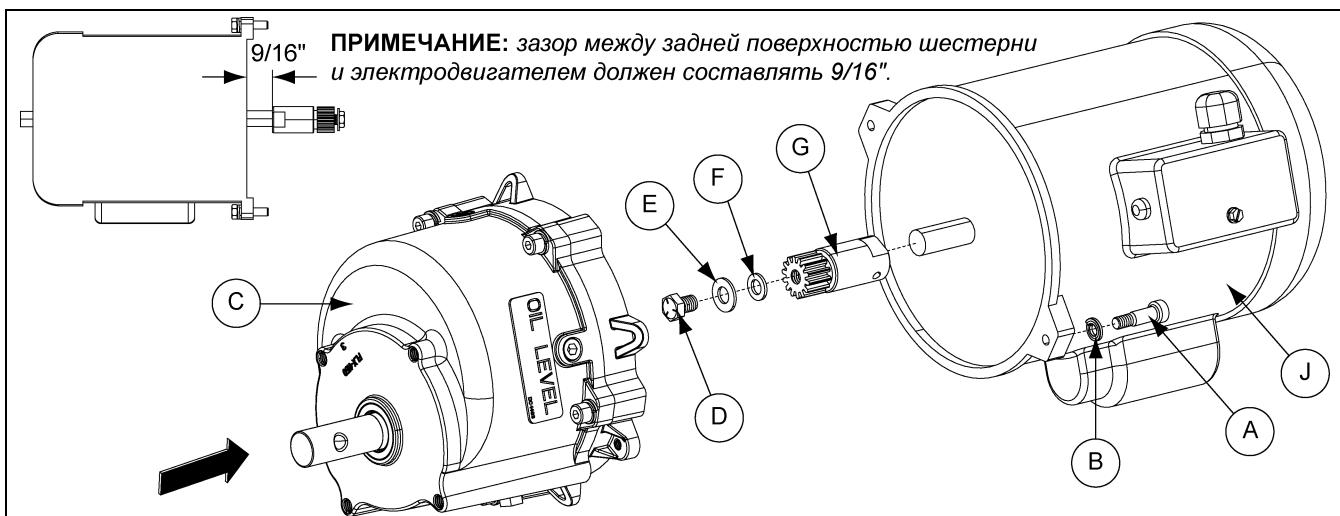

Рисунок 5W
6. Повторная установка коробки передач (C) на двигатель (J), используя болт (D) и шайбы (E и F), ранее удалены. *(Смотрите рисунок 5W.)* Затянуть болт до 50 дюйм-фунт.